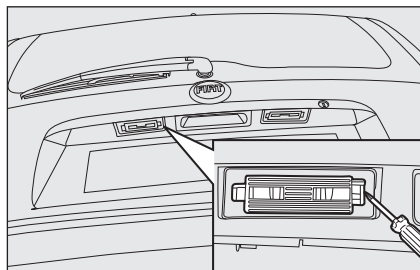

fig. 35
- agir sur le ressort de retenue à l'aide d'un tournevis, comme indiqué dans la fig. 35;